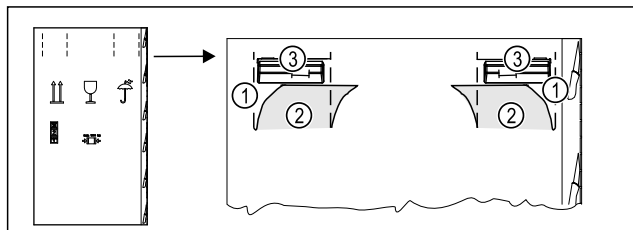

Fig. 3
- ▶ Продати пакувальний картон зверху по лінії перфорації Fig. 3 (1).
- ▶ Витягнути видавлені частини Fig. 3 (2).
- ▶ Зліва і справа видно ручку для перенесення Fig. 3 (3).
- ▶ Взяти пристрій за ручки для перенесення Fig. 3 (3).